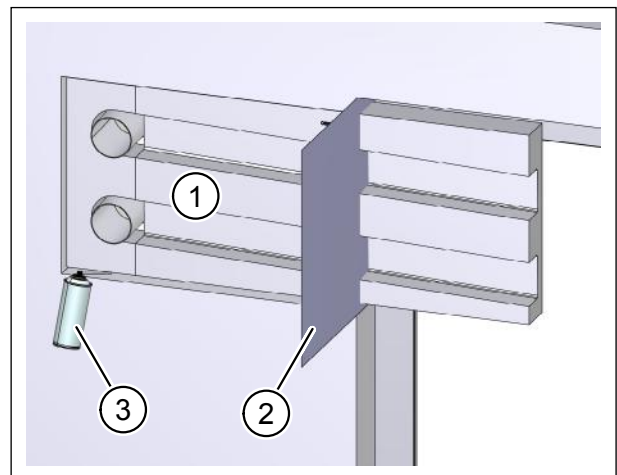

Abb. 28: „Montageset Fensterlaibung monolithisch“ ablängen und fixieren
- ▶ Setzen Sie das Montageset Fensterlaibung (Pos. 1 in Abb. 28) ohne Dämmplatte in die Aussparung an der Rohwand ein (Standardtiefe des Montagesets Fensterlaibung ist 130 mm). Die Lüftungsrohre fixieren es.
- ▶ Markieren Sie am Montageset Fensterlaibung die Stelle, an der es mit der unverputzten Fensterlaibung fluchtet (Pos. 2 in Abb. 28).
- ▶ Füllen Sie Spalte zwischen Montageset und Rohwand umlaufend mit Montageschaum (Pos. 3 in Abb. 28). Sie fixieren damit das Montageset und vermeiden Wärmebrücken.